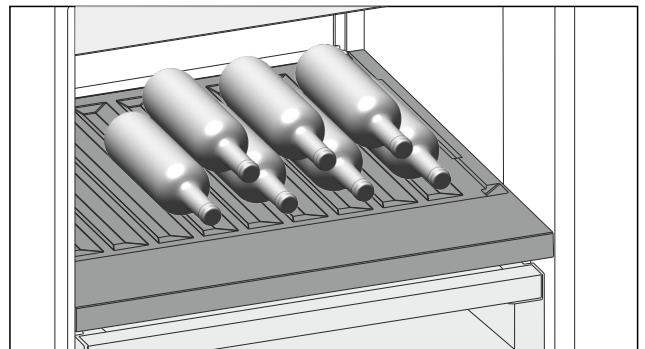

Fig. 99
- ▶ Помістіть пляшки дном у напрямку до задньої стінки. (див. Fig. 99)